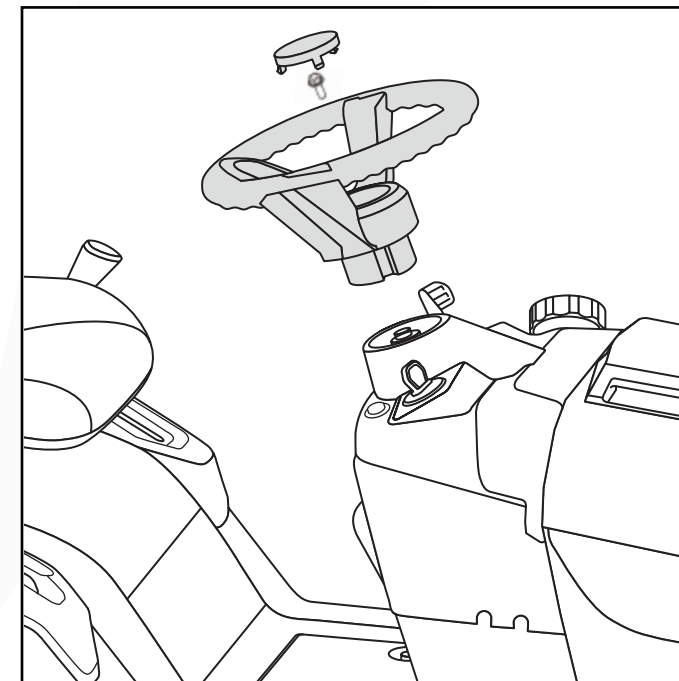

Fig. 4
1. Alinee el volante con el eje de dirección, deslice el volante por el eje hasta que esté en su posición y asegure el volante con el tornillo proporcionado. (Fig. 4)